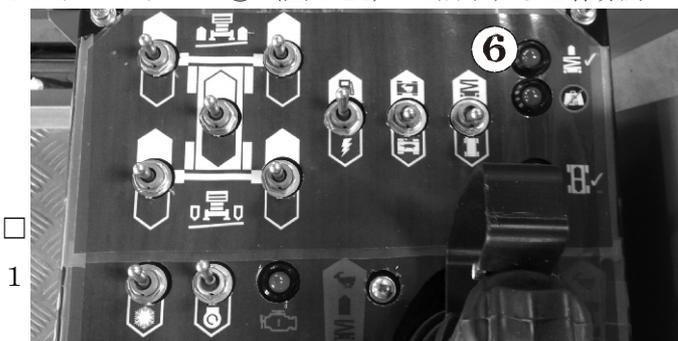

図 8.14 リフトランプ
5. リフトランプ⑥ (図 8.14) が点灯すると作業床が水平になったということです。